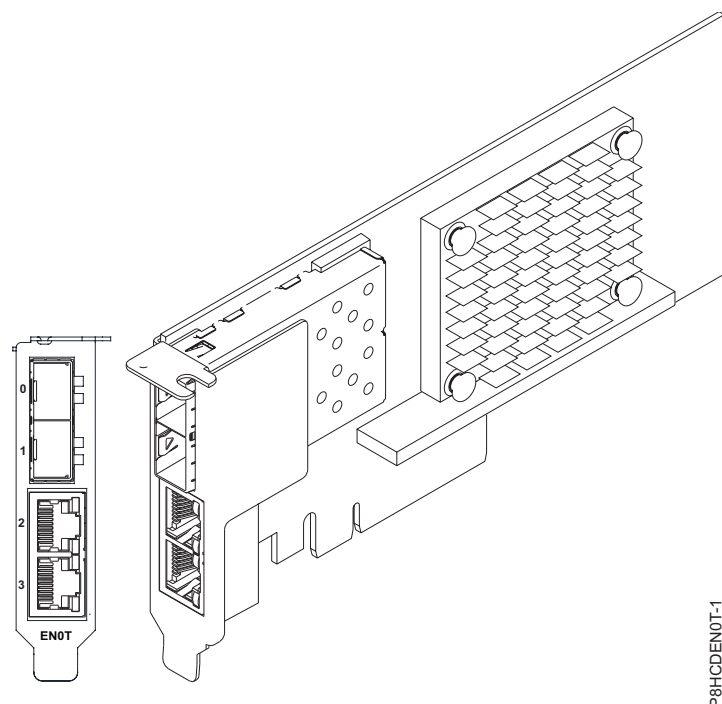

Figura 62. Adaptador FC EN0T
O adaptador de quatro portas fornece duas portas de transceptor ótico SR small form-factor pluggable (SFP+) de 10 Gb e duas portas Ethernet RJ45 de 1 Gb. As duas portas SR de 10 Gb têm conectores do tipo duplex little connector (LC). O transceptor ótico usa laser ótico de ondas curtas e é conectado com cabeamento de fibra MMF-850nm com conectores LC. Consulte “Cabos” na página 88 para obter mais informações sobre os cabos óticos. Cada porta de 10 Gb fornece conectividade Ethernet com uma taxa de dados nominal de 10 Gbps (gigabits por segundo). Figura 62 na página 87 mostra o adaptador FC EN0T.